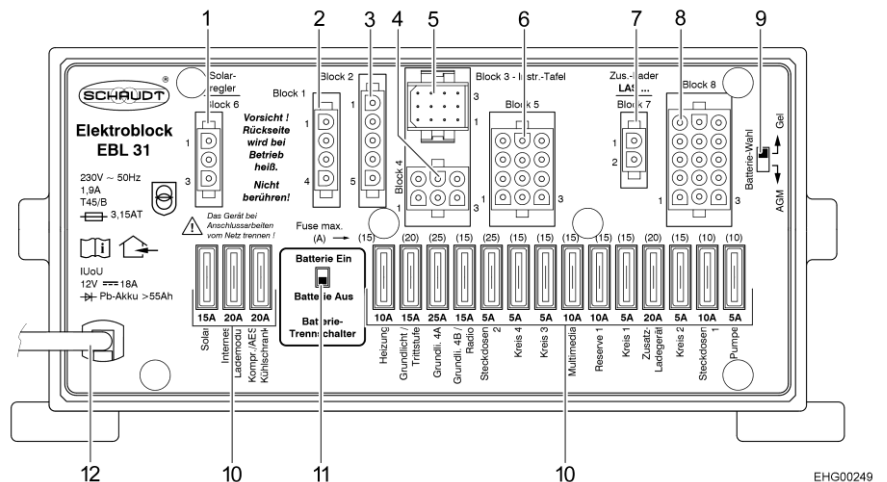

Bild 84 El-block (EBL 31)
- ▷ Förbrukare som själva el-blocket, panelen, värmaren, solcellsladdningsregulatorn (i förekommande fall) och andra enheter förbrukar en liten mängd standby-ström och laddar därmed, med tiden, ur batteriet i bodelen. Därför bör du ställa batteri-brytaren (Bild 84,11) på el-blocket på "Batterie Aus" (batteri från) om fordonet inte ska användas under en längre tid.
Laddningsregulatorn för solpanel fortsätter att fungera. För att inaktivera laddningsregulator för solpaneler måste motsvarande säkring (Bild 84,10 "Solar") dras ut.